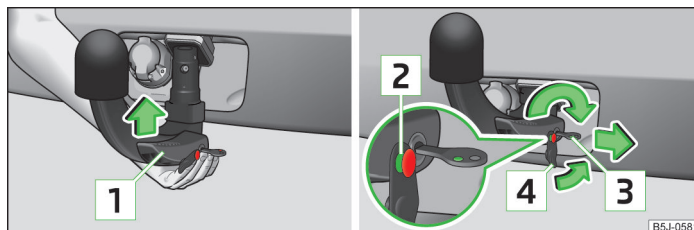

Abb. 104 Kugelstange einsetzen / Schloss verriegeln und Schlosskappe aufsetzen
- Die Kugelstange **von unten** » Abb. 104 fassen und in den Aufnahmeschacht bis zum hörbaren Einrasten einsetzen » **!**.
Der Hebel **1** » Abb. 104 dreht sich **selbsttätig** nach oben und der Auslösebolzen **2** fährt heraus (sein roter sowie grüner Teil ist sichtbar) » **!**.
- Die Kappe **4** » Abb. 104 auf das Schloss in Pfeilrichtung stecken » **!**